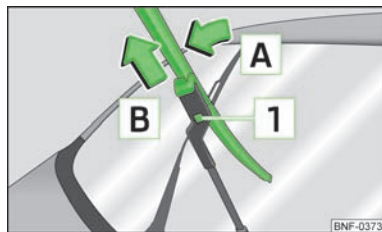

Abb. 30
- Den Scheibenwischerarm von der Heckscheibe anheben und das Scheibenwischerblatt geringfügig in Richtung Scheibenwischerarm, Pfeil [A] » Abb. 30 kippen.